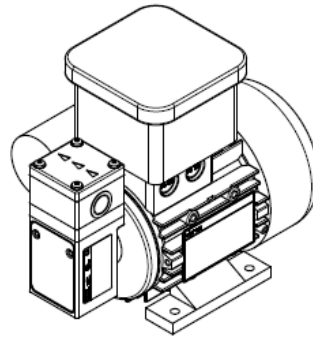

Fig. 4: position de montage optimale / à l'horizontale
- Position d'installation → La position d'installation de la pompe est par principe au choix. Pour une précision maximale et une désaération rapide, respecter la position d'installation préférentielle (Fig. 4).